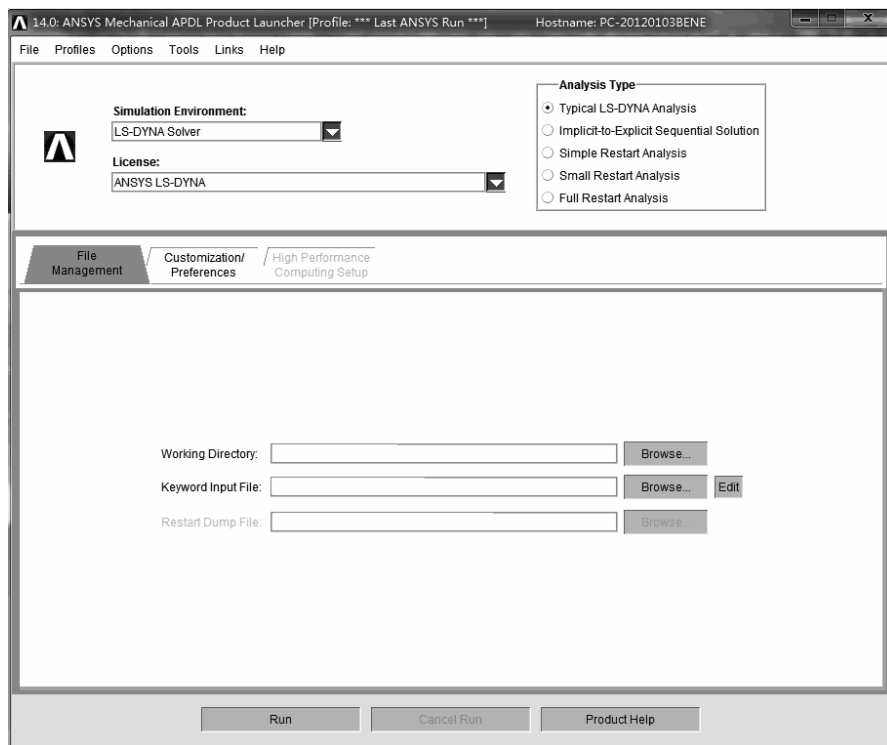
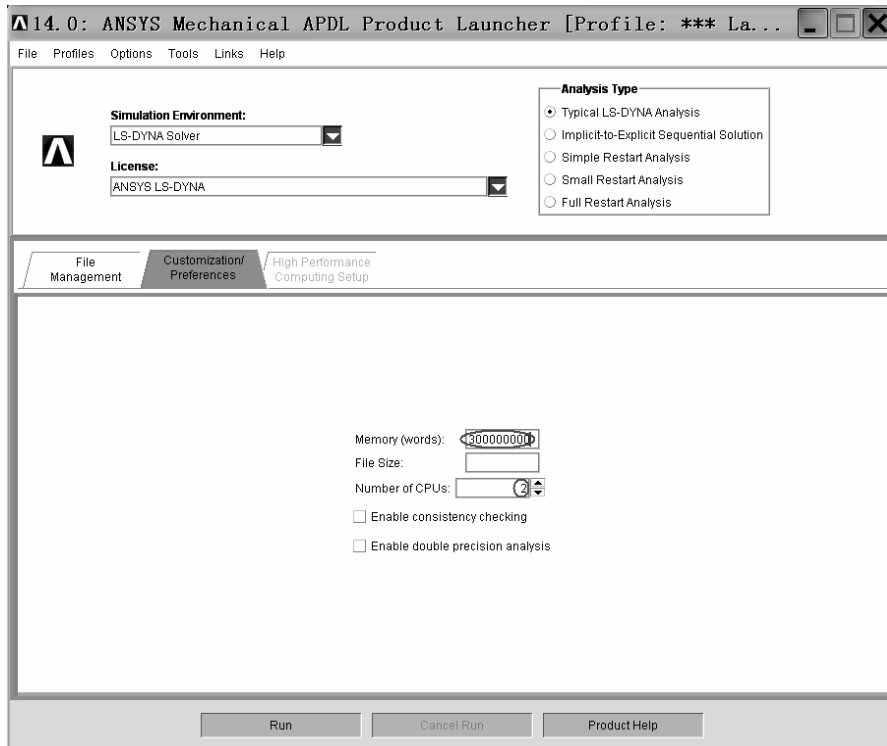

图 4-93 “14.0: ANSYS Mechanical APDL Product Launcher [Profile:***La...” 窗口
图 4-94 “ANSYS Product Launcher” 窗口
(1) 打开“14.0: ANSYS Mechanical APDL Product Launcher [Profile:***La...”窗口（见图 4-93）。
(2) 单击“14.0: ANSYS Mechanical APDL Product Launcher [Profile:***La...”窗口中“Simulation Environment:”方框后的倒立三角形图标，选中“LS-DYNA Solver”。
(3) 单击“14.0: ANSYS Mechanical APDL Product Launcher [Profile:***La...”窗口中“License:”方框后的倒立三角形图标，选中“ANSYS LS-DYNA”。
(4) 在“14.0: ANSYS Mechanical APDL Product Launcher [Profile:***La...”窗口中“Working Directory:”方框中找到“D:\CH4\balls impact”目录。
(5) 在“14.0: ANSYS Mechanical APDL Product Launcher [Profile:***La...”窗口中“Keyword Input File:”方框中找出 D:\CH4\balls impact 目录下的“balls impact.k”文件。
(6) 单击“14.0: ANSYS Mechanical APDL Product Launcher [Profile:***La...”窗口中的“Customization Preferences”（见图 4-94），在“Memory (words):”方框后输入“300 000 000”，在“Number of CPUs:”后的方框中选择“2”。以上两个数据根据模型大小与计算机性能而定，然后单击“RUN”按钮。